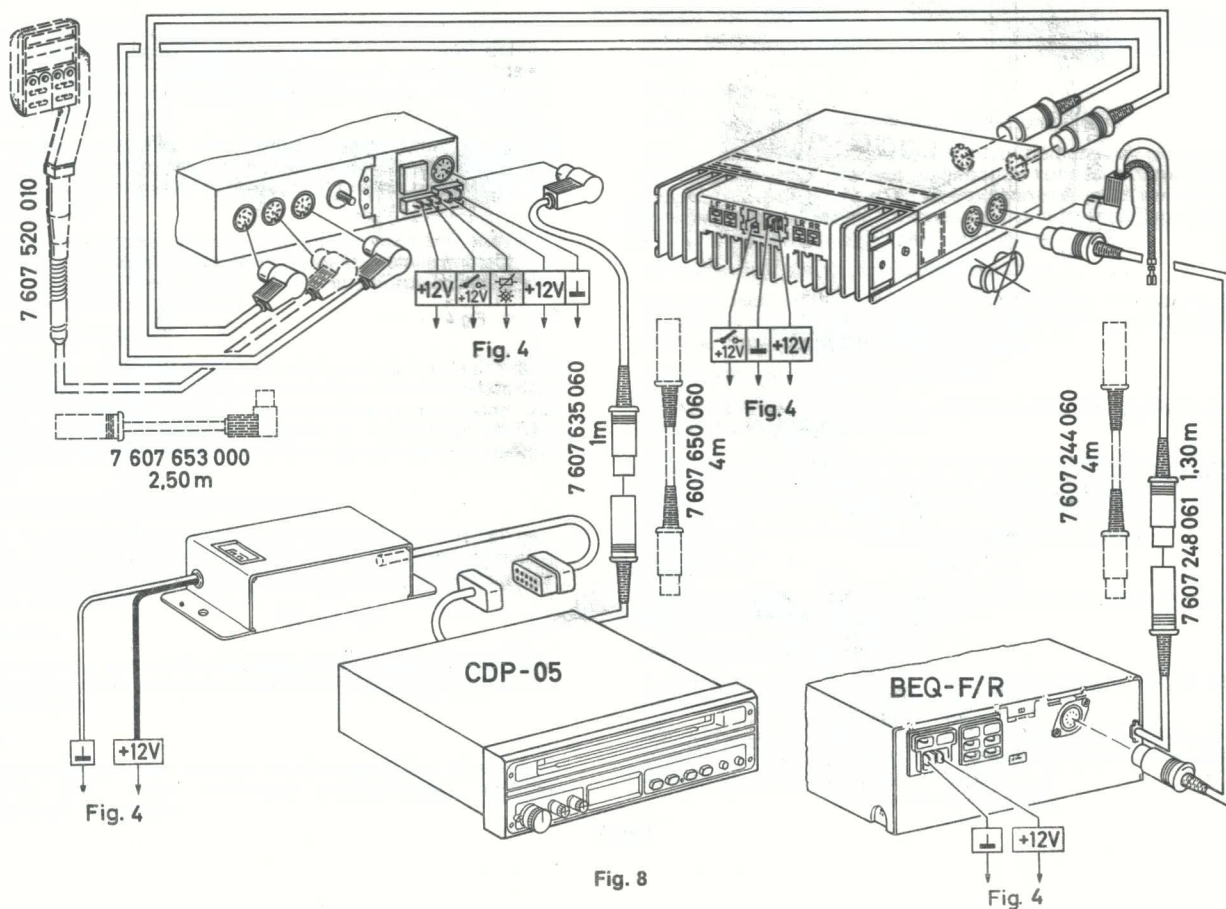

Fig. 8
Fig. 8 med CDP 05 med equalizer (t.ex. BEQ-F/R)
- Fig. 8 met CDP 05 met equalizer (b.v. BEQ-F/R)
- Fig. 8 com CDP 05 com equalizador (por ex. BEQ-F/R)